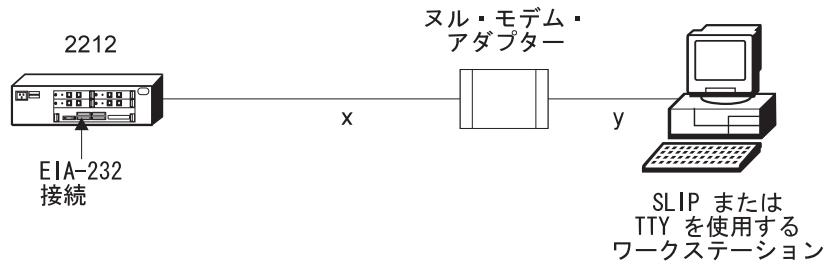
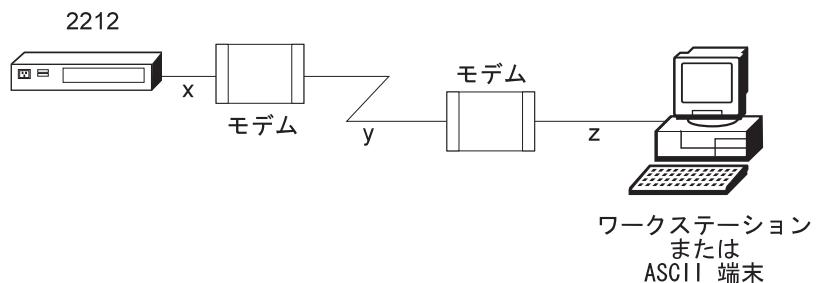

図 15. EIA-232 サービス・ポートへのローカル端末接続
図 16. EIA-232 サービス・ポートへのリモート端末接続
- ASCII またはシリアル・ライン・インターネット・プロトコル (SLIP) 接続を使用して EIA-232 サービス・ポートに接続されたモデムを介してのリモート・ダイヤルイン (電話回線を使用)。20ページの図16 を参照してください。21ページの『モデムの設定』には、IBM 2212 との使用についてテスト済みのモデムがリストされています。
- ASCII または SLIP 接続を使用して EIA-232 サービス・ポートに接続された、本製品に付属したヌル・モデム・アダプターおよびシリアル・ケーブルを通じてローカルに。20ページの図15 を参照してください。
ASCII 端末またはエミュレーター (適切なエミュレーション・ソフトウェアを搭載) を接続し、IBM 2212 へのローカルまたはリモート・アクセスを提供します。端末をローカルから IBM 2212 サービス・ポートに接続するときは、サービス・ポート用に構成された速度 (ポー・レート) が接続された端末の速度に一致する必要があります (20 ページの図15 の x および y)。IBM 2212 を、電話回線によって接続された 2 つのモデムによってリモート端末に接続するとき (20ページの図16 での x, y、および z)、以下の規則に従う必要があります。